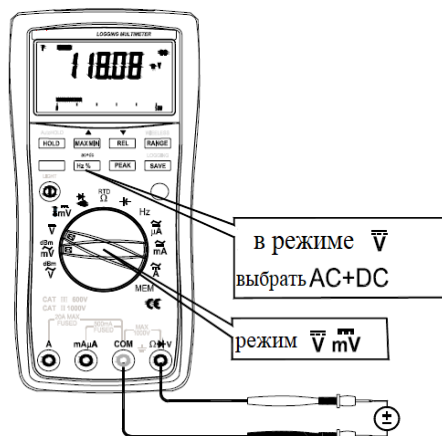

Рис. 14 Режим DCV (пост. напряжение)
2. Измерительные провода соединить со входными гнездами: COM/черный и $\Omega \star V$ /красный (рис.14).